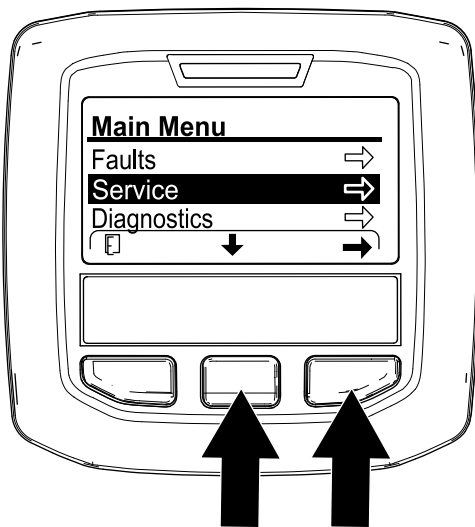

Figura 103
3. În InfoCenter, navigați la MENIUL PRINCIPAL (Figura 103).